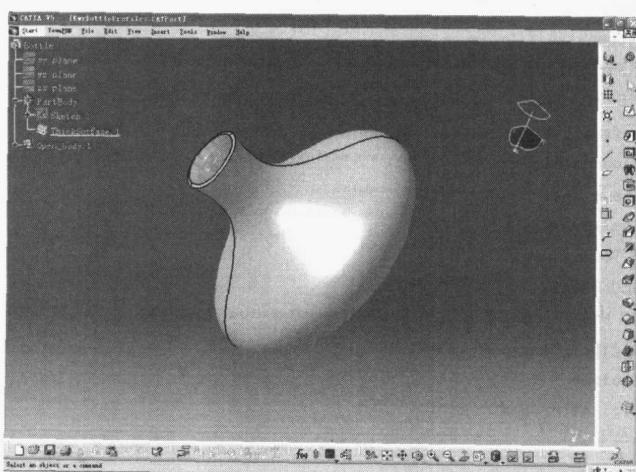
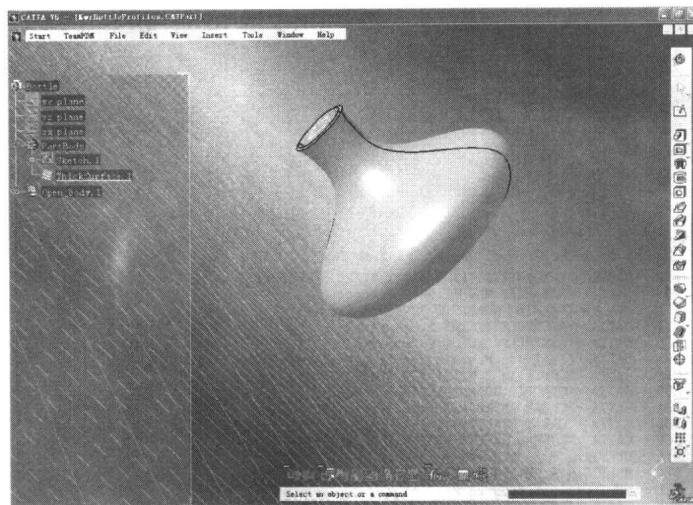

图 1-2 CATIA V5-P2 界面
图 1-3 CATIA V5-P3 界面
- User Interface Style 区域用来指定用户界面的类型。这与用户 CATIA V5 软件的授权有关，不同的 License，用户界面是不同的，P1、P2、P3 依次从低到高，用户的权限不断增大，功能也越来越多，但是对于计算机硬件的要求也越来越高，价格也越来越昂贵。CATIA V5-P1 具有最低限度的模块，提供了基本的设计功能。CATIA V5-P2 模块比 P1 增加了许多，P1 和 P2 基本界面相似，如图 1-2 所示。CATIA V5-P3 提供了最完善的功能模块，其界面更具有立体感，如图 1-3 所示。为了方便，在后文中我们就把 CATIA V5 直接称为 CATIA。